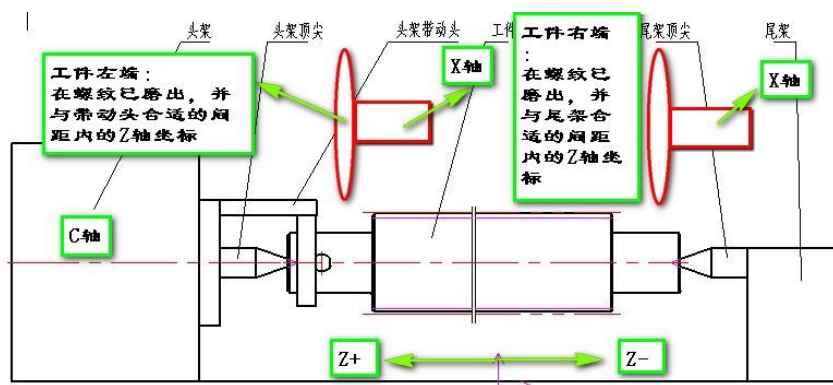
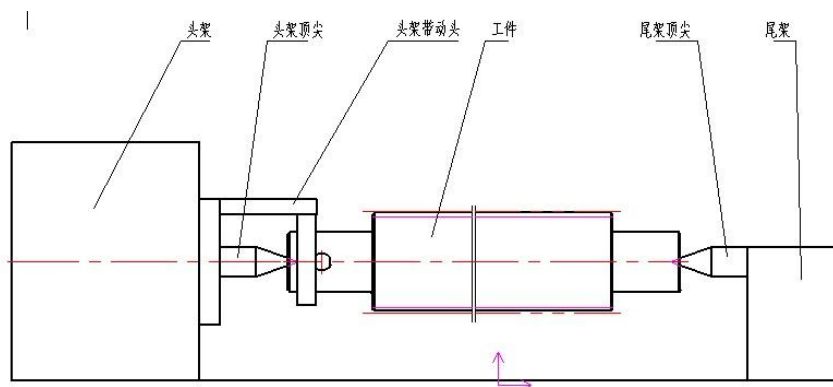

图 4-4
图 4-5
根据图 4-3 及图 4-4 及上述内容，将参数输入用户界面的磨削参数中，如图 4-5 所示。
4.工件左端、右端输入时，参考图 4-4 所示方法进行，应输入实际 Z 轴坐标值，此处数值仅供参考（在此，工件左端输入：-100、工件右端输入：185）。